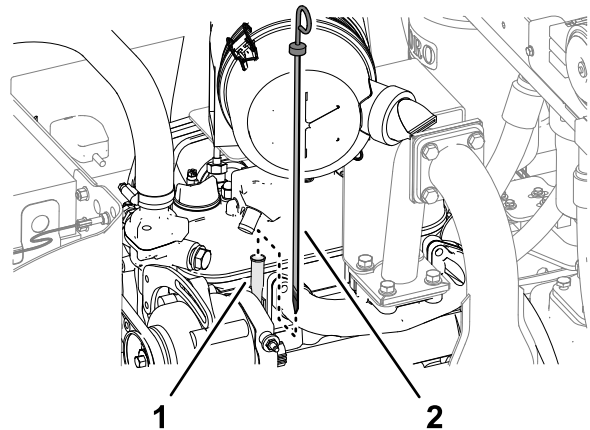

Bild 64
- Entfernen Sie den Peilstab, wischen ihn ab und führen ihn wieder in das Rohr ein; ziehen Sie ihn dann wieder heraus. Der ordnungsgemäße Ölstand sollte zwischen der NACHFÜLL- und VOLL-Markierung liegen (Bild 64).
- Wenn der Ölstand niedrig ist, entfernen Sie den Einfülldeckel und füllen Sie Öl ein, bis der Stand zwischen der VOLL- und NACHFÜLL-Markierung liegt (Bild 64).